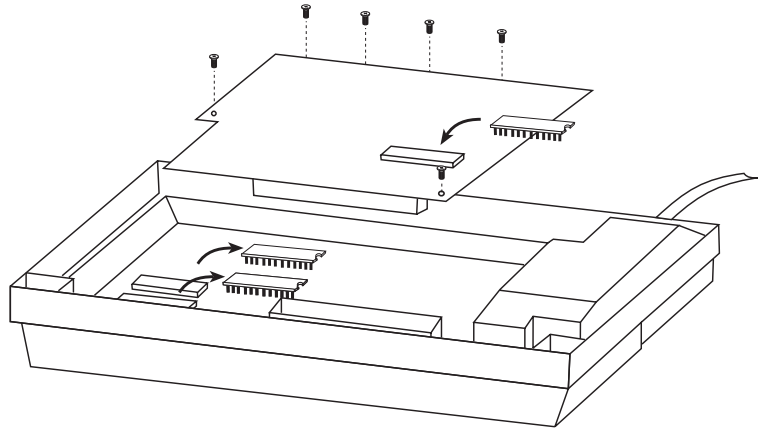

Abb. 1 Demontage/Montage der oberen Leiterplatte und der EPROM's
- Hebeln Sie vorsichtig das EPROM mit der Aufschrift "CPU" (D802 auf der Leiterplatte) aus der Fassung (Abb. 1)
- Befestigen Sie die obere Leiterplatte wieder mit den 6 Schrauben an der unteren Leiterplatte (Abb. 1).
- Hebeln Sie vorsichtig das alte EPROM mit der Aufschrift "TLN" aus der Fassung (Abb. 1).
entsprechend Abb. 1). Achten Sie darauf, daß alle Beine des EPROM's im Sockel stecken und kein Bein verbogen ist.